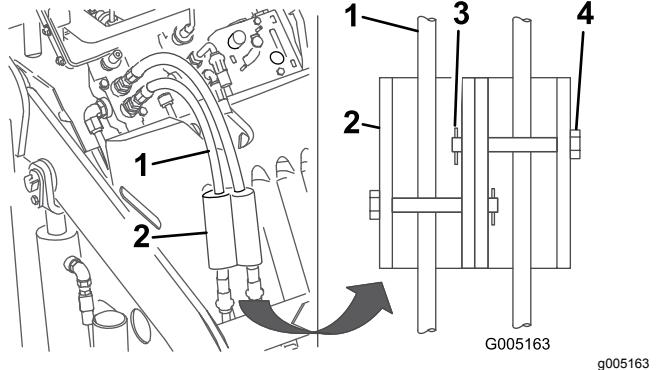

Bild 16
7. Montieren Sie die Zylinderschlösser über die Hydraulikschläuche und befestigen Sie diese mit den Lastösenbolzen und den Splints (Bild 16).